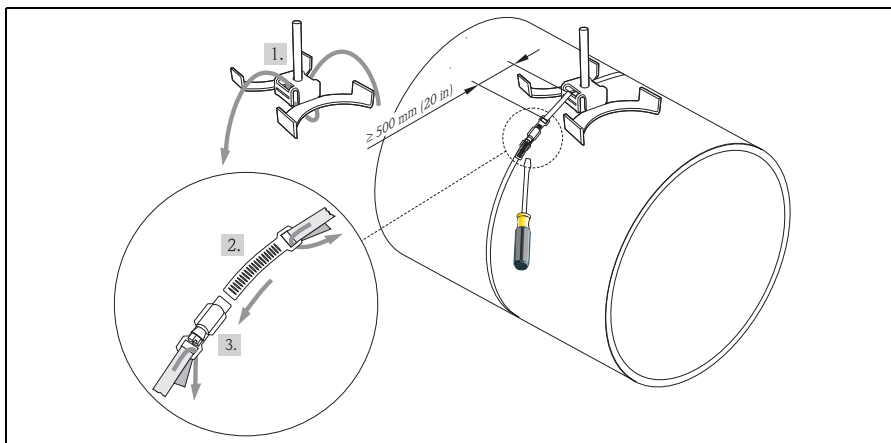

图 9: 预装捆绑带: 管道直径 $DN > 600$ (24")
- 传感器基座已安装 → 图 9。
安装过程到此结束。使用连接电缆将传感器连接到变送器 → 图 9。